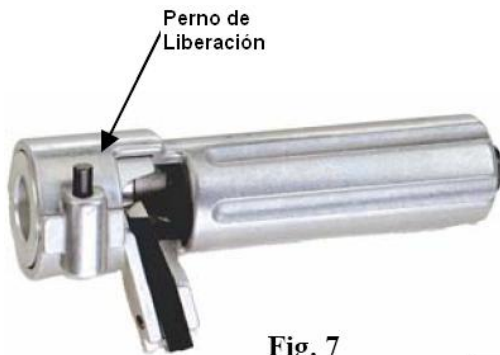

Fig. 7
**Paso 7.** (Fig. 7) Retire la boquilla, presione el perno de liberación del housing y deslice hacia fuera la boquilla.